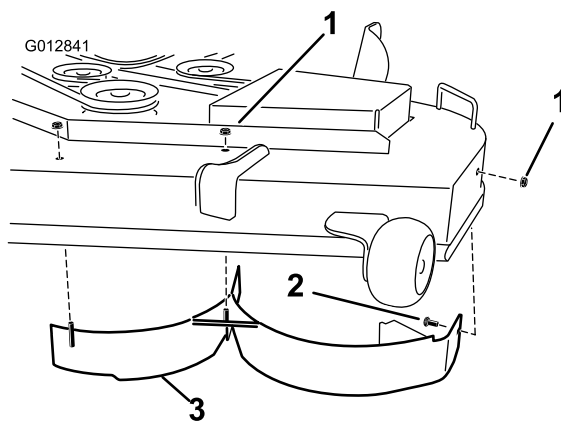

Bild 32
6. Entfernen Sie die zwei Sicherungsmuttern (5/16"), mit denen die geschweißten Streben des linken Ablenkblechs oben am Mähwerk in der Mitte und links von der Mittelstellung befestigt sind (Bild 32). Entfernen Sie die Schlossschraube und die Sicherungsmutter an der Seitenwand des Mähwerks, die das linke Ablenkblech am Mähwerk befestigen.
7. Entfernen Sie das linke Ablenkblech vom Mähwerk, wie in Bild 32 dargestellt.